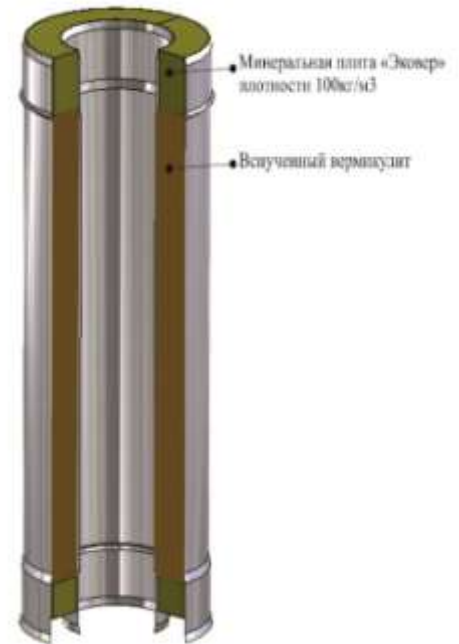

Рис.1. Первая группа элементов дымохода (сэндвич – труба)
• Первая группа ЭД - двухконтурные трубы или сэндвич-трубы (Рис.1.), представляющие собой конструкцию, состоящую из двух труб различного диаметра (внешней и внутренней), диаметром от 80x160 мм до 1000x1200 мм, изолированных между собой негорючим теплоизоляционным материалом – «вермикулит вспученный» марки М150. Данный вид теплоизоляции является негорючим и обладает высоким термическим сопротивлением, позволяя выдерживать температуру от 900*С до 1100*С. Благодаря такой конструкции обеспечивается быстрый нагрев внутренней трубы. Это позволяет в короткий, после начала работы, срок поднять температуру в дымоходе выше «точки росы». В свою очередь это в несколько раз уменьшает образование конденсата с сернистыми соединениями, ускоряющими коррозию металла. Сэндвич-трубы выпускаемые ООО «УМК» имеют толщину теплоизоляции от 30 мм. и более. ЭД первой группы предназначены для монтажа дымовых и вентиляционных каналов, проходящих через не отапливаемые помещения и чердаки, а также вне здания. Трубы второго контура, не имеющие контакта с пламенем и отходящими газами, изготавливаются из оцинкованной, либо нержавеющей стали толщиной от 0,5 до 2,0 мм.